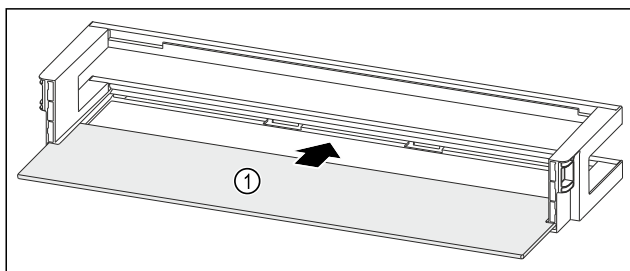

Fig. 150 Ajtópolc tárolólappal
- Tolja be a tárolólapot Fig. 150 (1) az oldalsó bemarásokba.